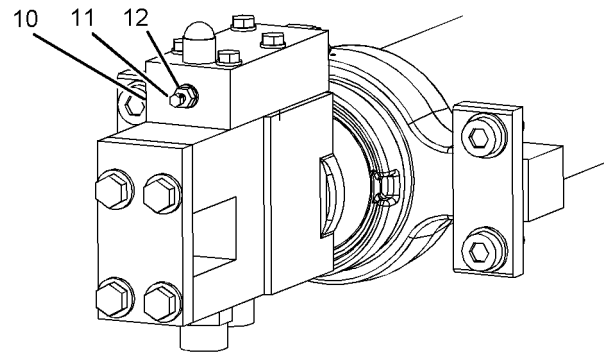
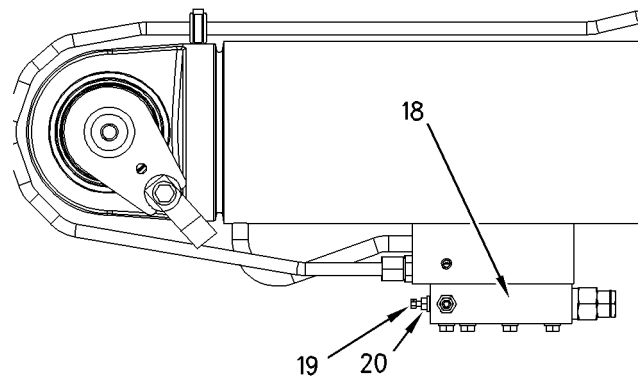

Ilustración 157
Ilustración 160
1. Reajuste el tornillo de ajuste (11) a la medida que se registró en el procedimiento para retraer la pluma. Vea la ilustración 157. Reajuste el tornillo de ajuste (19) a la medida que se registró en el procedimiento para bajar la pluma. Vea la ilustración 160.
2. Asegure el tornillo de ajuste (11) y el tornillo de ajuste (19) con la contratuerca (12) y la contratuerca (20).